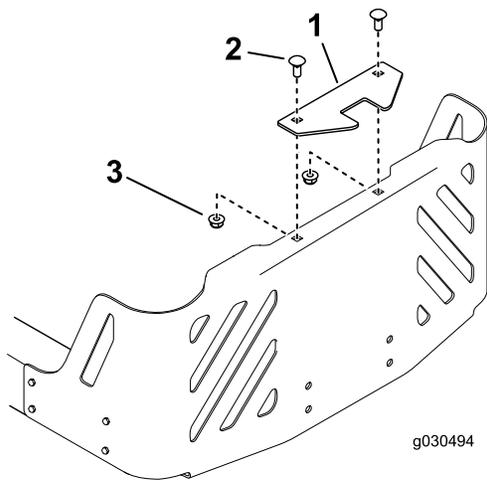

Figure 12
1. Montez le support de stabilisation sur le carénage de moteur au moyen de 2 boulons de carrosserie ($5/16 \times \frac{3}{4}$ po) et 2 contre-écrous ($5/16$ po), comme montré à la Figure 12.